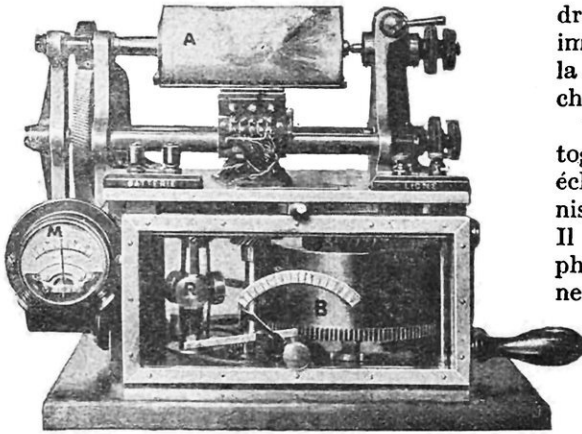

FIG. 12. — PHOTOTÉLÉGRAPHE PORTATIF BELIN
*graphe portatif* d'un volume et d'un poids minimes (fig. 12). Il constitue un poste transmetteur complet, qu'on peut brancher sur une ligne téléphonique aboutissant à la station éloignée dont nous verrons tout à l'heure les organes de réception. La transmission repose encore sur les propriétés que possède la gélatine bichromatée.